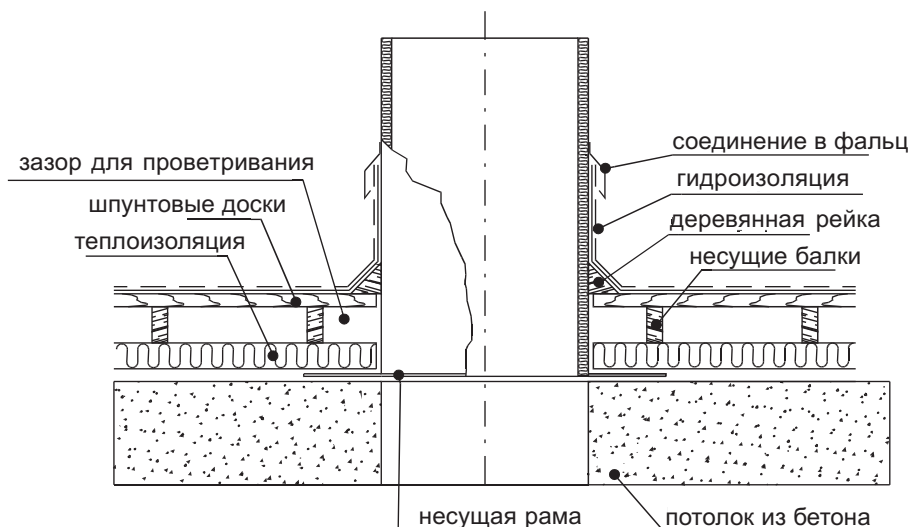

Рис. 7
■ Отверстие в крышной конструкции не должно быть большим, чем база вентилятора и должно иметь квадратную форму. Опорную раму перехода необходимо просверлить и прикрепить шурупами к крышной конструкции (Рис. 7).